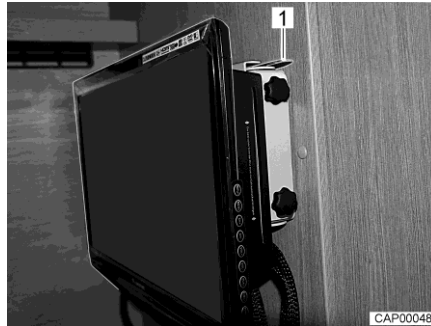
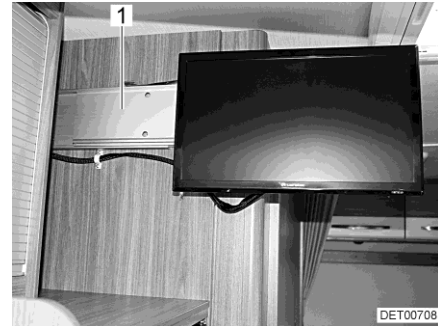

Bild 79 Platt bildskärm färdläge
Bild 80 Platt bildskärm i TV-ställning
- Koppla ur låsfjäder (Bild 79,1).
- Skjut den platta bildskärmen vågrätt till stopp i hållaren (Bild 80,1). Låsfjäders (Bild 79,1) hakar fast hörbart.